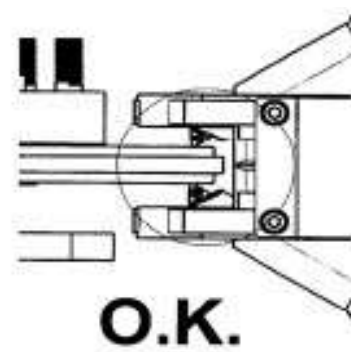

Fig. 33
- 17 — Установите фиксатор педали тормоза, чтобы заблокировать тормозной диск — рисунок 33.